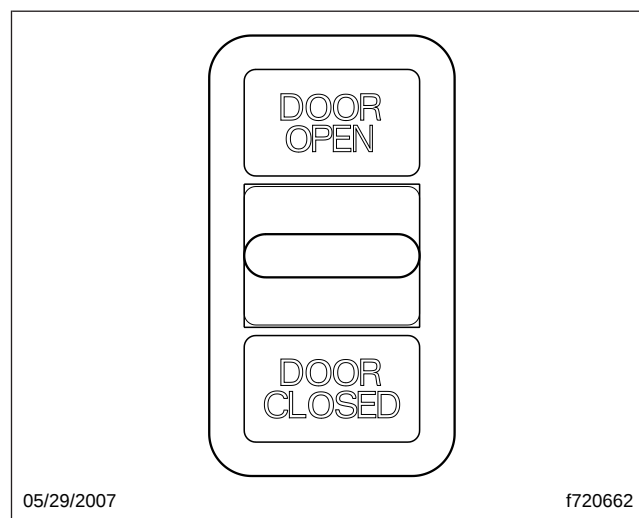

Fig. 2.3, Interrupteur à palette porte ouverte/porte fermée
- Pour fermer la portière, déplacez l'interrupteur à palette du panneau de commande du conducteur en position DOOR CLOSED (porte fermée). Voir la figure 2.3.